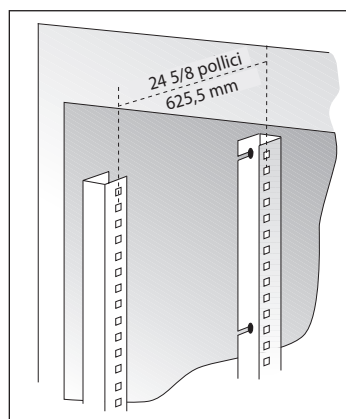

Fig. 4. Misurare tra i fori centrali di ciascun paio di pilastri frontali e posteriori.
3. Controllare che la distanza tra i fori centrali delle coppie di pilastri frontale e posteriore sia di 24-5/8" (625mm).. Si veda la Fig. 4.